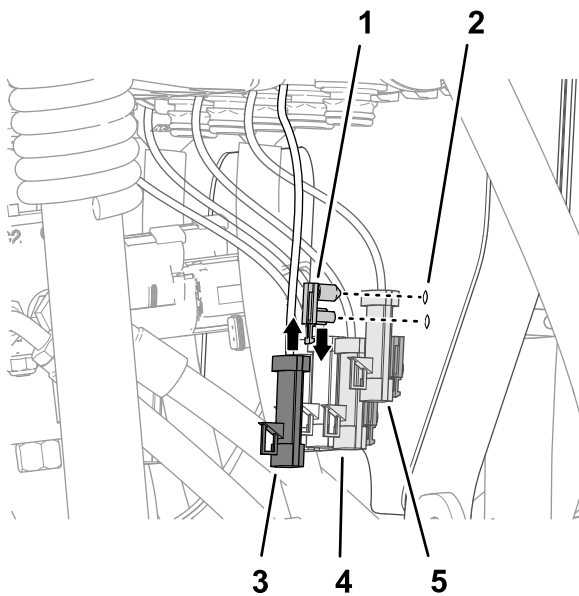

Figure 114
1. Insérez les fixations à pression d'ancrage des connecteurs dans les trous du support de vannes (Figure 114).